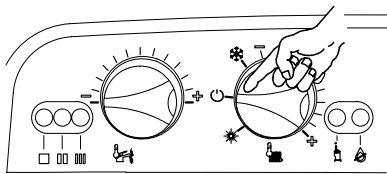

Fig. 2.9
- 2 Для доступа в режим программирования, необходимо подключить электропитание к бойлеру при помощи двухполюсного выключателя и затем установить Переключатель режима работы / Рукоятку регулирования температуры отопления, указанной в Fig. 2.9 в положение OFF.